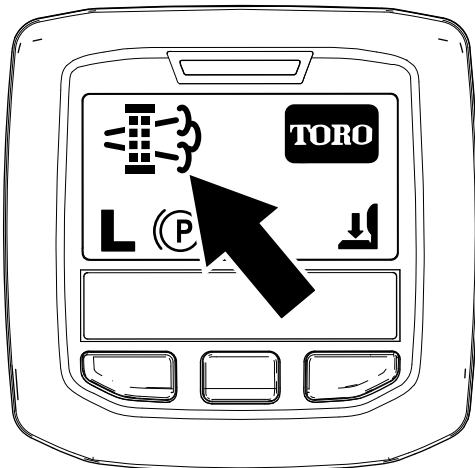

Figura 47
- Quando il computer del motore richiede una rigenerazione parcheggiata o una rigenerazione di recupero, nell'InfoCenter viene visualizzata l'icona della richiesta di rigenerazione (Figura 47).